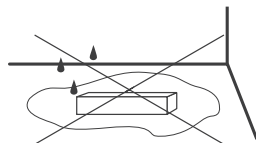

Рис. 2. Максимальная допустимая нагрузка, % от мощности источника
- температура окружающего воздуха от -25 до +50 °С (см. график зависимости максимальной допустимой нагрузки на блок питания от температуры окружающей среды на рис. 2);
- 4.4. Не нагружайте источник питания более чем на 80% от его максимальной мощности. Учитывайте, что с повышением температуры окружающей среды максимальная мощность источника питания снижается (см. график зависимости максимальной допустимой нагрузки на блок питания от температуры окружающей среды на рис. 2).